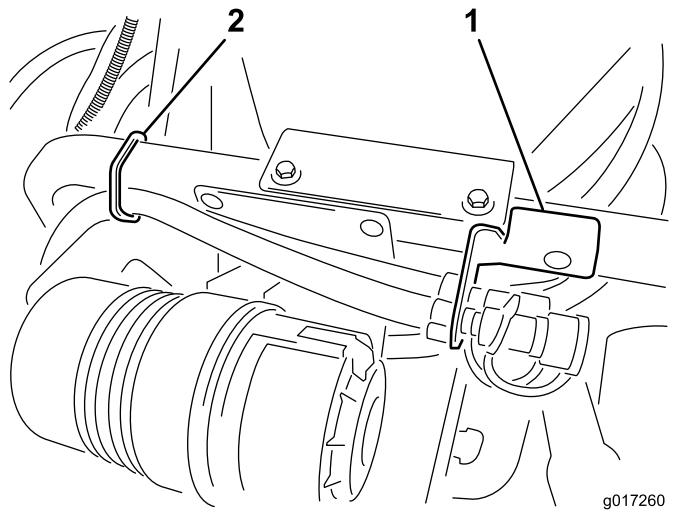

図 24
- ホースを車体フレームに取り付けるエンジンカバーの支え棒がホースを突き刺さないように、図24のようにケーブルタイを使用すること。
1. 車体についている穴を利用して、車体フレームにホースブラケットを取り付ける $5/16$ " のキャリッジボルト1本と、 $5/16$ " のロックナットを使い、図 24 のように取り付ける。
3. ホースを車体フレームに取り付けるエンジンカバーの支え棒がホースを突き刺さないように、図 24 のようにケーブルタイを使用すること。